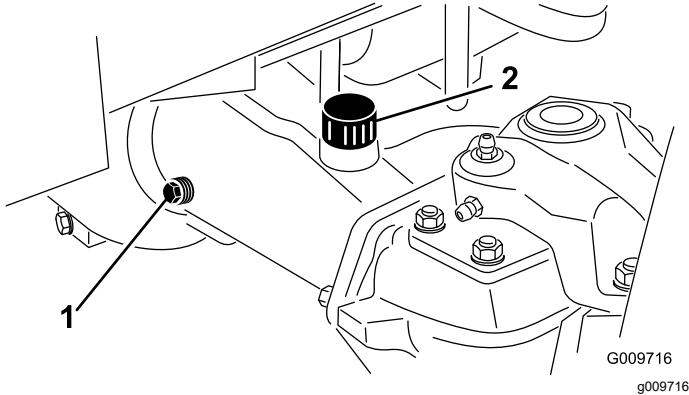

Bild 109
- Entfernen Sie eine Prüfschraube aus einem Ende der Achse (**Bild 109**) und stellen sicher, dass das Öl die Unterseite des Lochs erreicht. Entfernen Sie bei niedrigem Ölstand die Füllschraube (**Bild 109**) und füllen genug Öl ein, um den Stand bis an die Unterseite der Prüfschraubenöffnungen anzuheben.